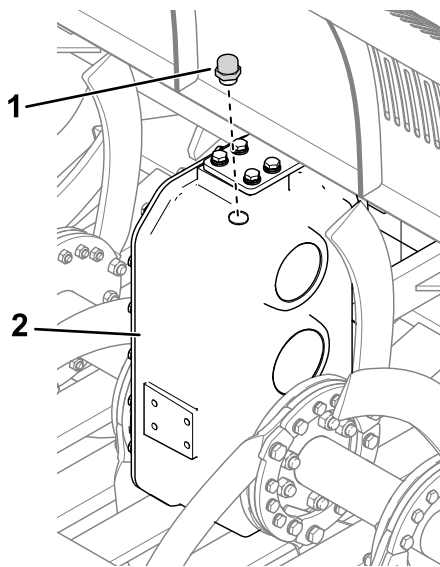

Figura 5
10. Instale el respiradero en la caja de engranajes (Figura 5).